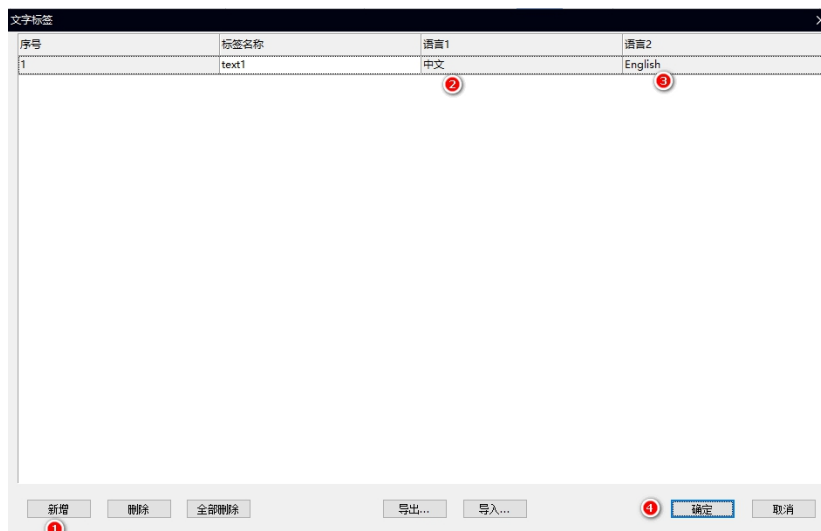

图 14-4 新增标签
1. 点击【新增】按钮新建文字标签，并且分别在【语言 1】栏目下方输入“中文”和【语言 2】栏目下方输入“English”后点击确认如下图 14-4 所示